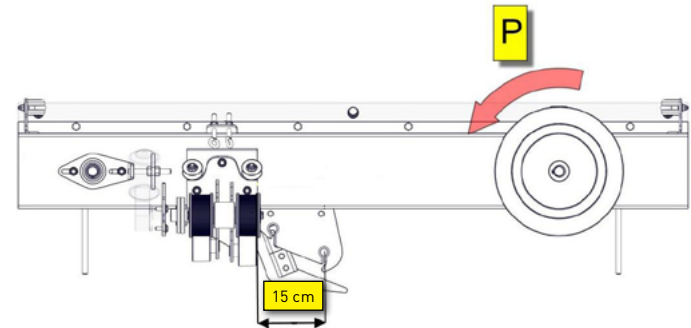

Abb. 13. Seilführungselement.
- Nachprüfen, dass die Anfangsstellung des Seilführungselements genau so wie in der Abb. 13 gezeigt, ist. Anderenfalls ist manuell das Riemenrad P entgegen dem Uhrzeigersinn zu drehen, bis die richtige Lage erreicht wird.